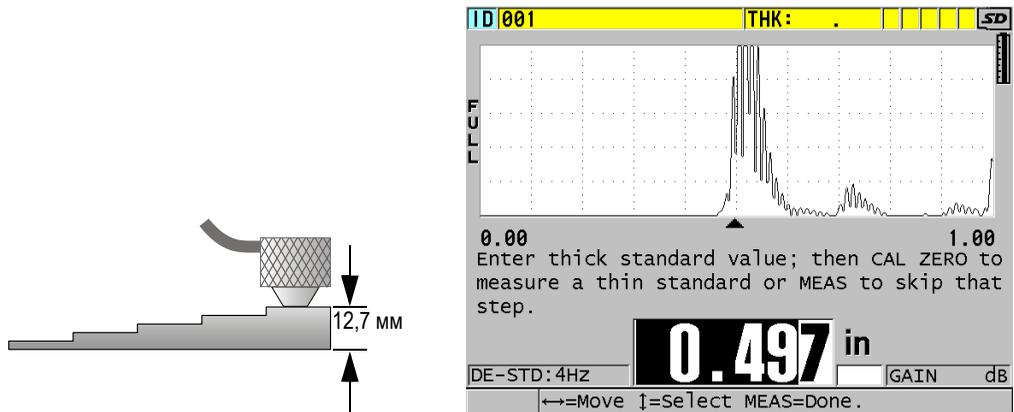

Рис. 5-4 Калибровка скорости звука на толстой части 5-ступенчатого тестового образца
1. Калибровка скорости звука в материале (см. Рис. 5-4 на стр. 80):